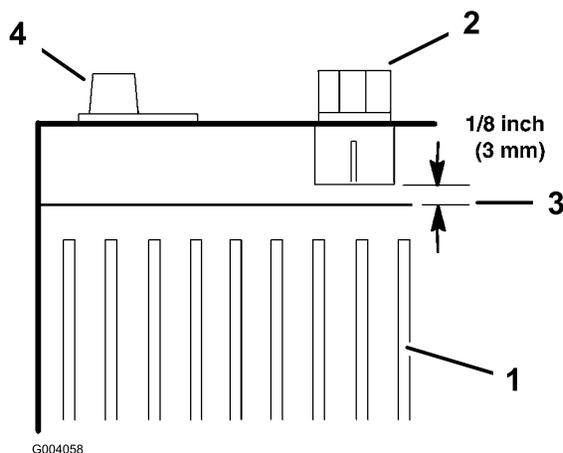

Figure 36
7. Ajoutez la quantité d'eau distillée nécessaire pour que le niveau de l'électrolyte arrive à 3 mm du bas de chaque logement de remplissage (Figure 36).